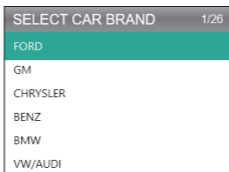

図 6.1.4
3. メーカー固有のコードには、特定の説明にアクセスできるように、車両モデルを選択する必要があります。（図 6.1.4 を参照）